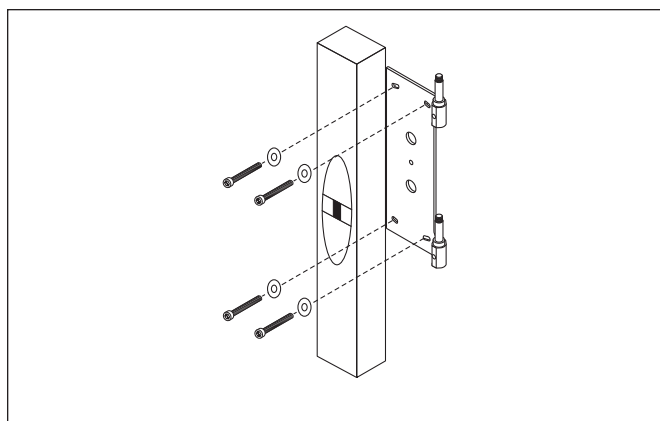

Figure 6. Étapes 6 à 7
dans les ancrages inférieurs et supérieurs. Utilisez une vis à bois régulière dans les emplacements qui ont frappé un montant. Ne vissez pas entièrement les vis (voir la figure 6).
- 7 À l'aide d'un niveau, assurez-vous que le support est au niveau et serrez les quatre vis (voir la figure 6).